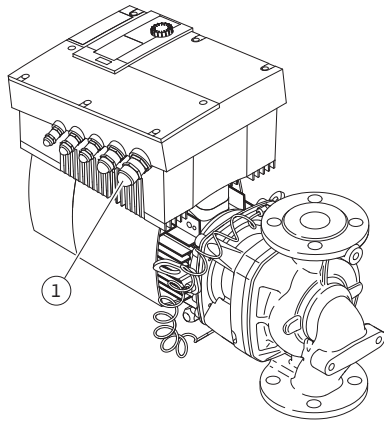

Fig. 28: Dławik przewodu M25
- Sieciowy przewód przyłączeniowy należy przeprowadzić przez dławik przewodu M25 (rys. 28, poz. 1).